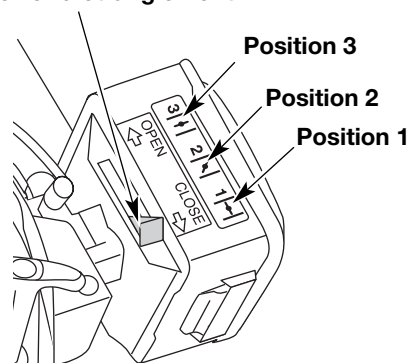

Fig. 10
4. Mettre le levier d'étranglement en **position 1** (Fig. 10).
6. Mettre le levier d'étranglement en **position 2** (Fig. 10).
9. Mettre le levier d'étranglement en **position 3** (Fig. 10). L'appareil est prêt à être utilisé.
**Si...** le moteur ne démarre pas après plusieurs tentatives, mettre le levier d'étranglement en Position 3, mettre le levier de la manette des gaz en position Rapide (I). Tirer sur le cordon du démarreur d'un coup sec de 3 à 8 fois de suite. Le moteur devrait démarrer. Dans le cas contraire, recommencer.